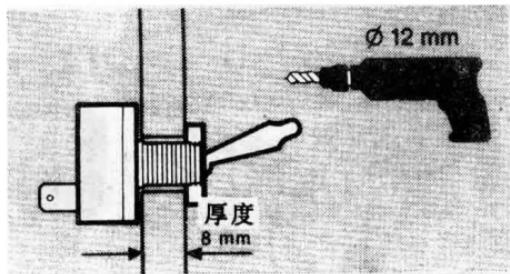

图 1-5
4. 在仪表板上找一空位以便安装灯开关，使用大约 $\phi 12\text{mm}$ 的钻头钻一孔，再将开关固定好，如图 1-5 所示。有